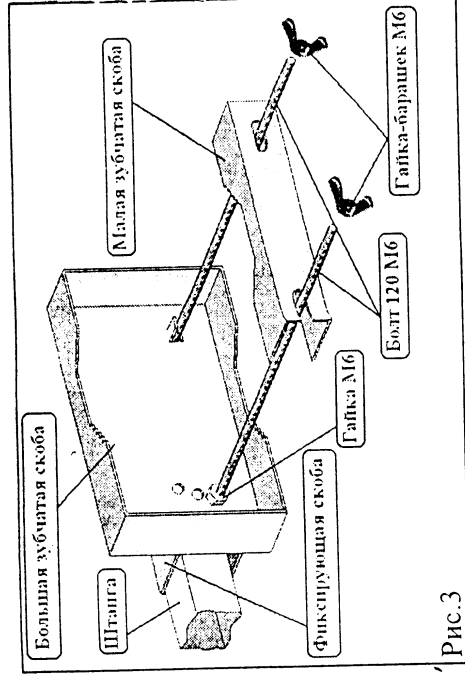

Рис.3
- 6.3 Выбрав направление на объект связи, закрепить антенну на мачте крепёжными узлами согласно рис. 3.